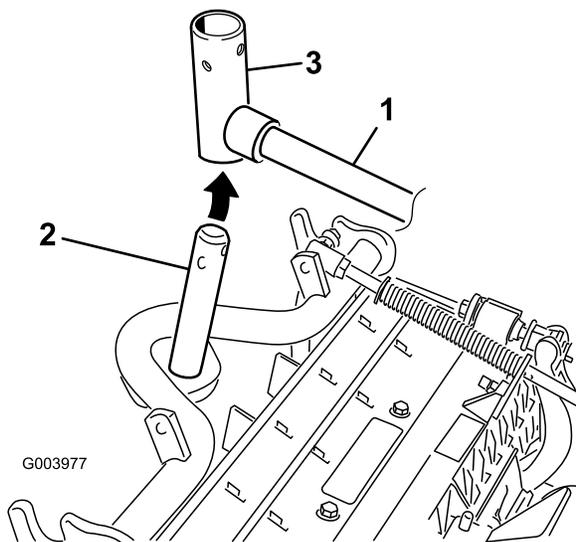

Figura 10
8. Per gli elementi di taglio anteriori, infilate un elemento di taglio sotto il braccio di sollevamento mentre inserite l'albero del telaio portante nella forcina del braccio di sollevamento (Figura 10).
- B. Inserite la forcella del braccio di sollevamento nell'albero del telaio portante (Figura 10).